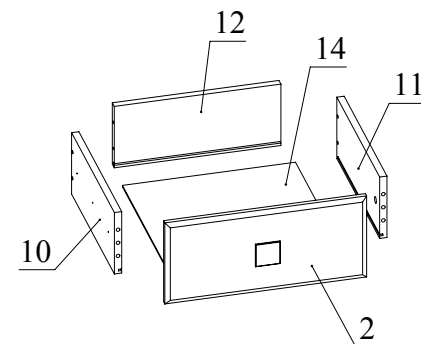

Рис.8
6. Соберите ящики. Для этого соедините деталь 12 с деталями 10 и 11 с помощью конфирматов. Затем вставьте деталь 14 в пазы деталей 10, 11 и 12. Соедините деталь 2 с деталями 10 и 11 и затяните головки минификсов. С помощью винтов М4х20 закрепите ручки на деталях 2 (Рис. 8).